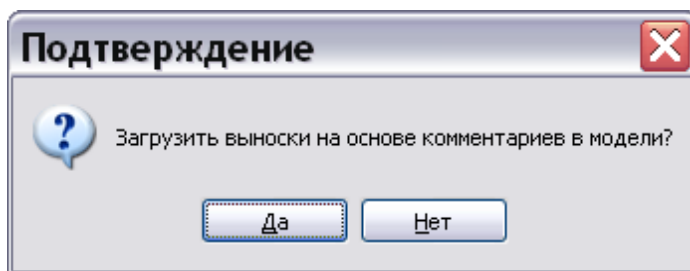

Рисунок 118
6) Подтвердите загрузку выносок (рисунок 118). После этого модель появится в окне (рисунок 119).